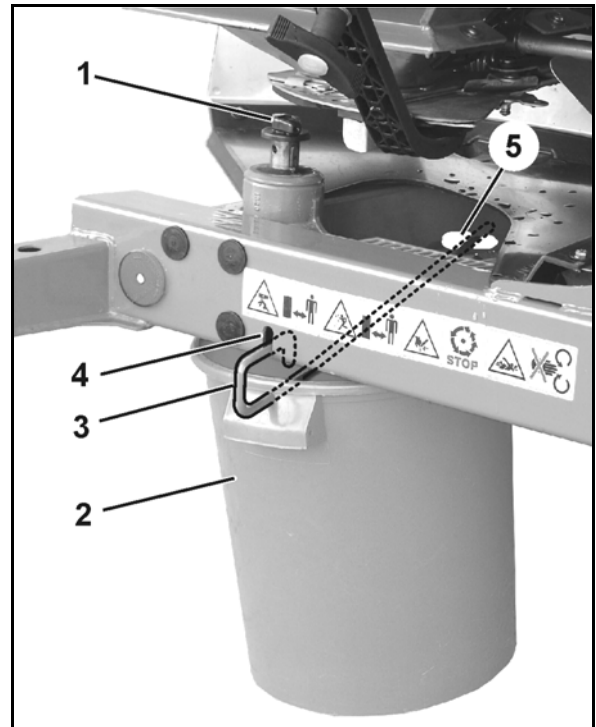

图 40
- 2.1 旋出固定撒肥盘的翼形螺栓（图 40/1）并从齿轮箱轴上拔下撒肥盘。
3. 在插口（图 40/4 和图 40/5）中用钩杆（图 40/3）将收集容器（图 40/2）挂在框架上。